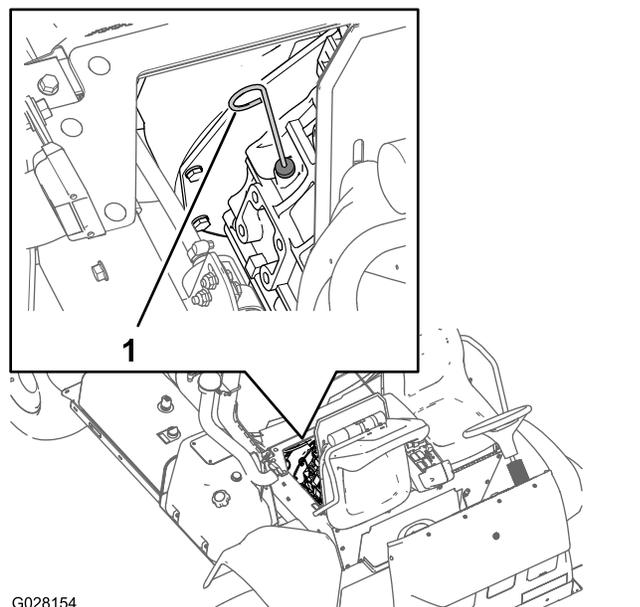

Figura 53
6. Retire a vareta e verifique o nível de óleo no motor (Figura 53).
7. Adicione devagar o óleo especificado para elevar o nível até à marca Full (Cheio) da vareta (Figura 53).